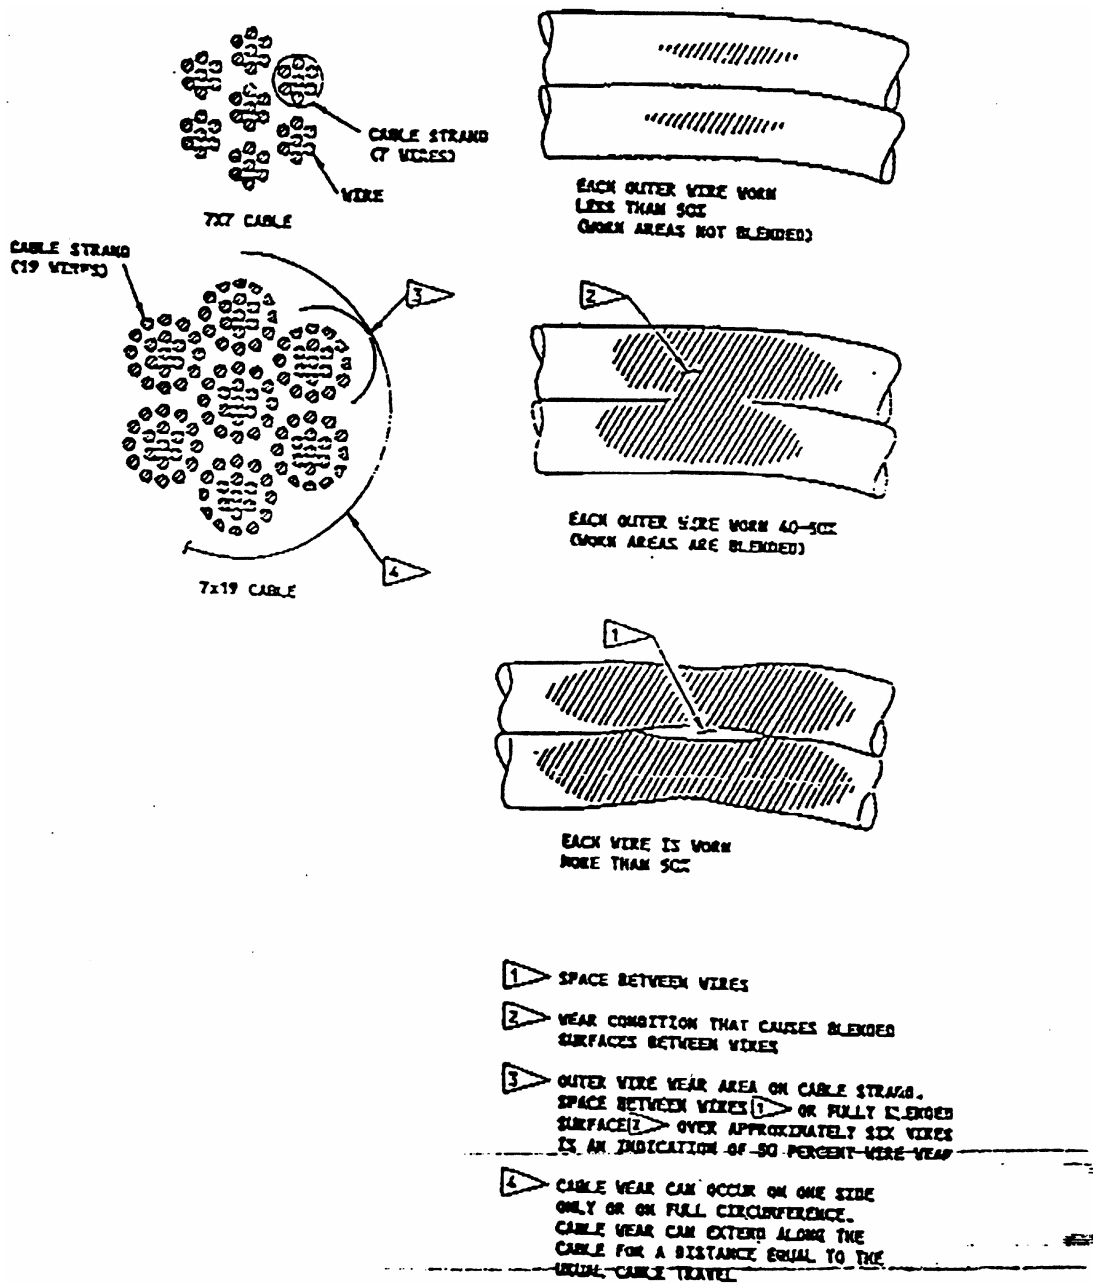

FIGURE 1
(a) 在2000年2月27号(CAD2000-B757-01生效之日)以后的24个月或6000飞行小时内，先到为准，完成本指令附录1(包括图1)中的“油门操纵钢索检查程序”要求的检查，以查证油门操纵钢索的完整性，如发现任何缺陷，在下次飞行前，按照波音757飞机维护手册中进行修理。随后按不超过24个月或6000飞行小时(先到为准)间隔重复
(1) 如果钢丝束钢丝被磨损且磨损处钢丝截面减少超过40% (见图1)
(2) 发现打结。或
(3) 发现腐蚀。